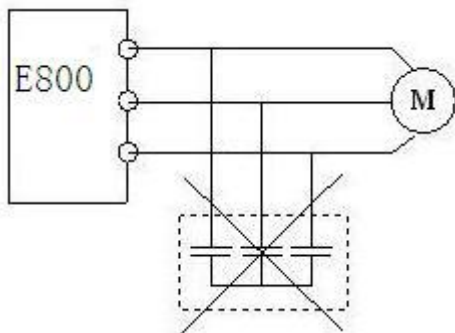

图 1-6 变频器输出端禁止使用电容器
- 由于变频器输出是 PWM 波，输出侧如安装有改善功率因数的电容或防雷用压敏电阻等，都会造成变频器故障跳闸或器件的损坏，务必请拆除。如图 1-6 所示。